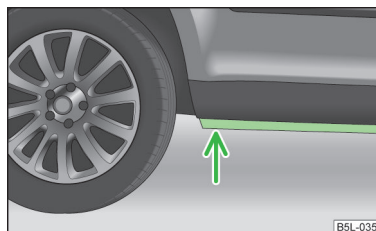

Abb. 99
- › Daher vor einer Wasserdurchfahrt die Wassertiefe feststellen. Der Wasserstand darf maximal an den Steg des Unterholms reichen » Abb. 99;